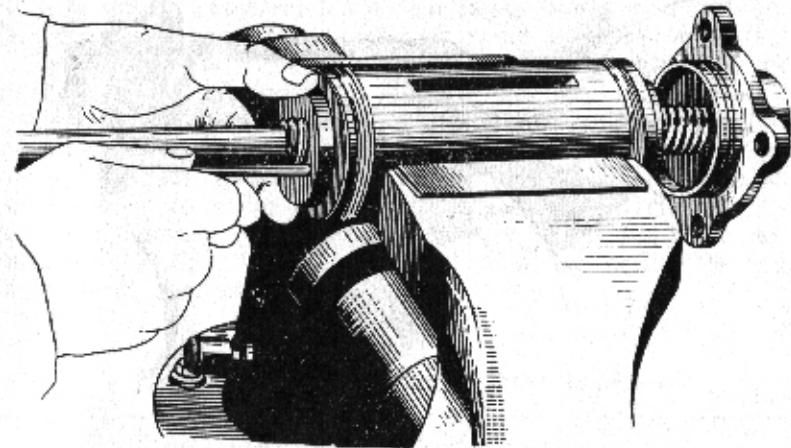
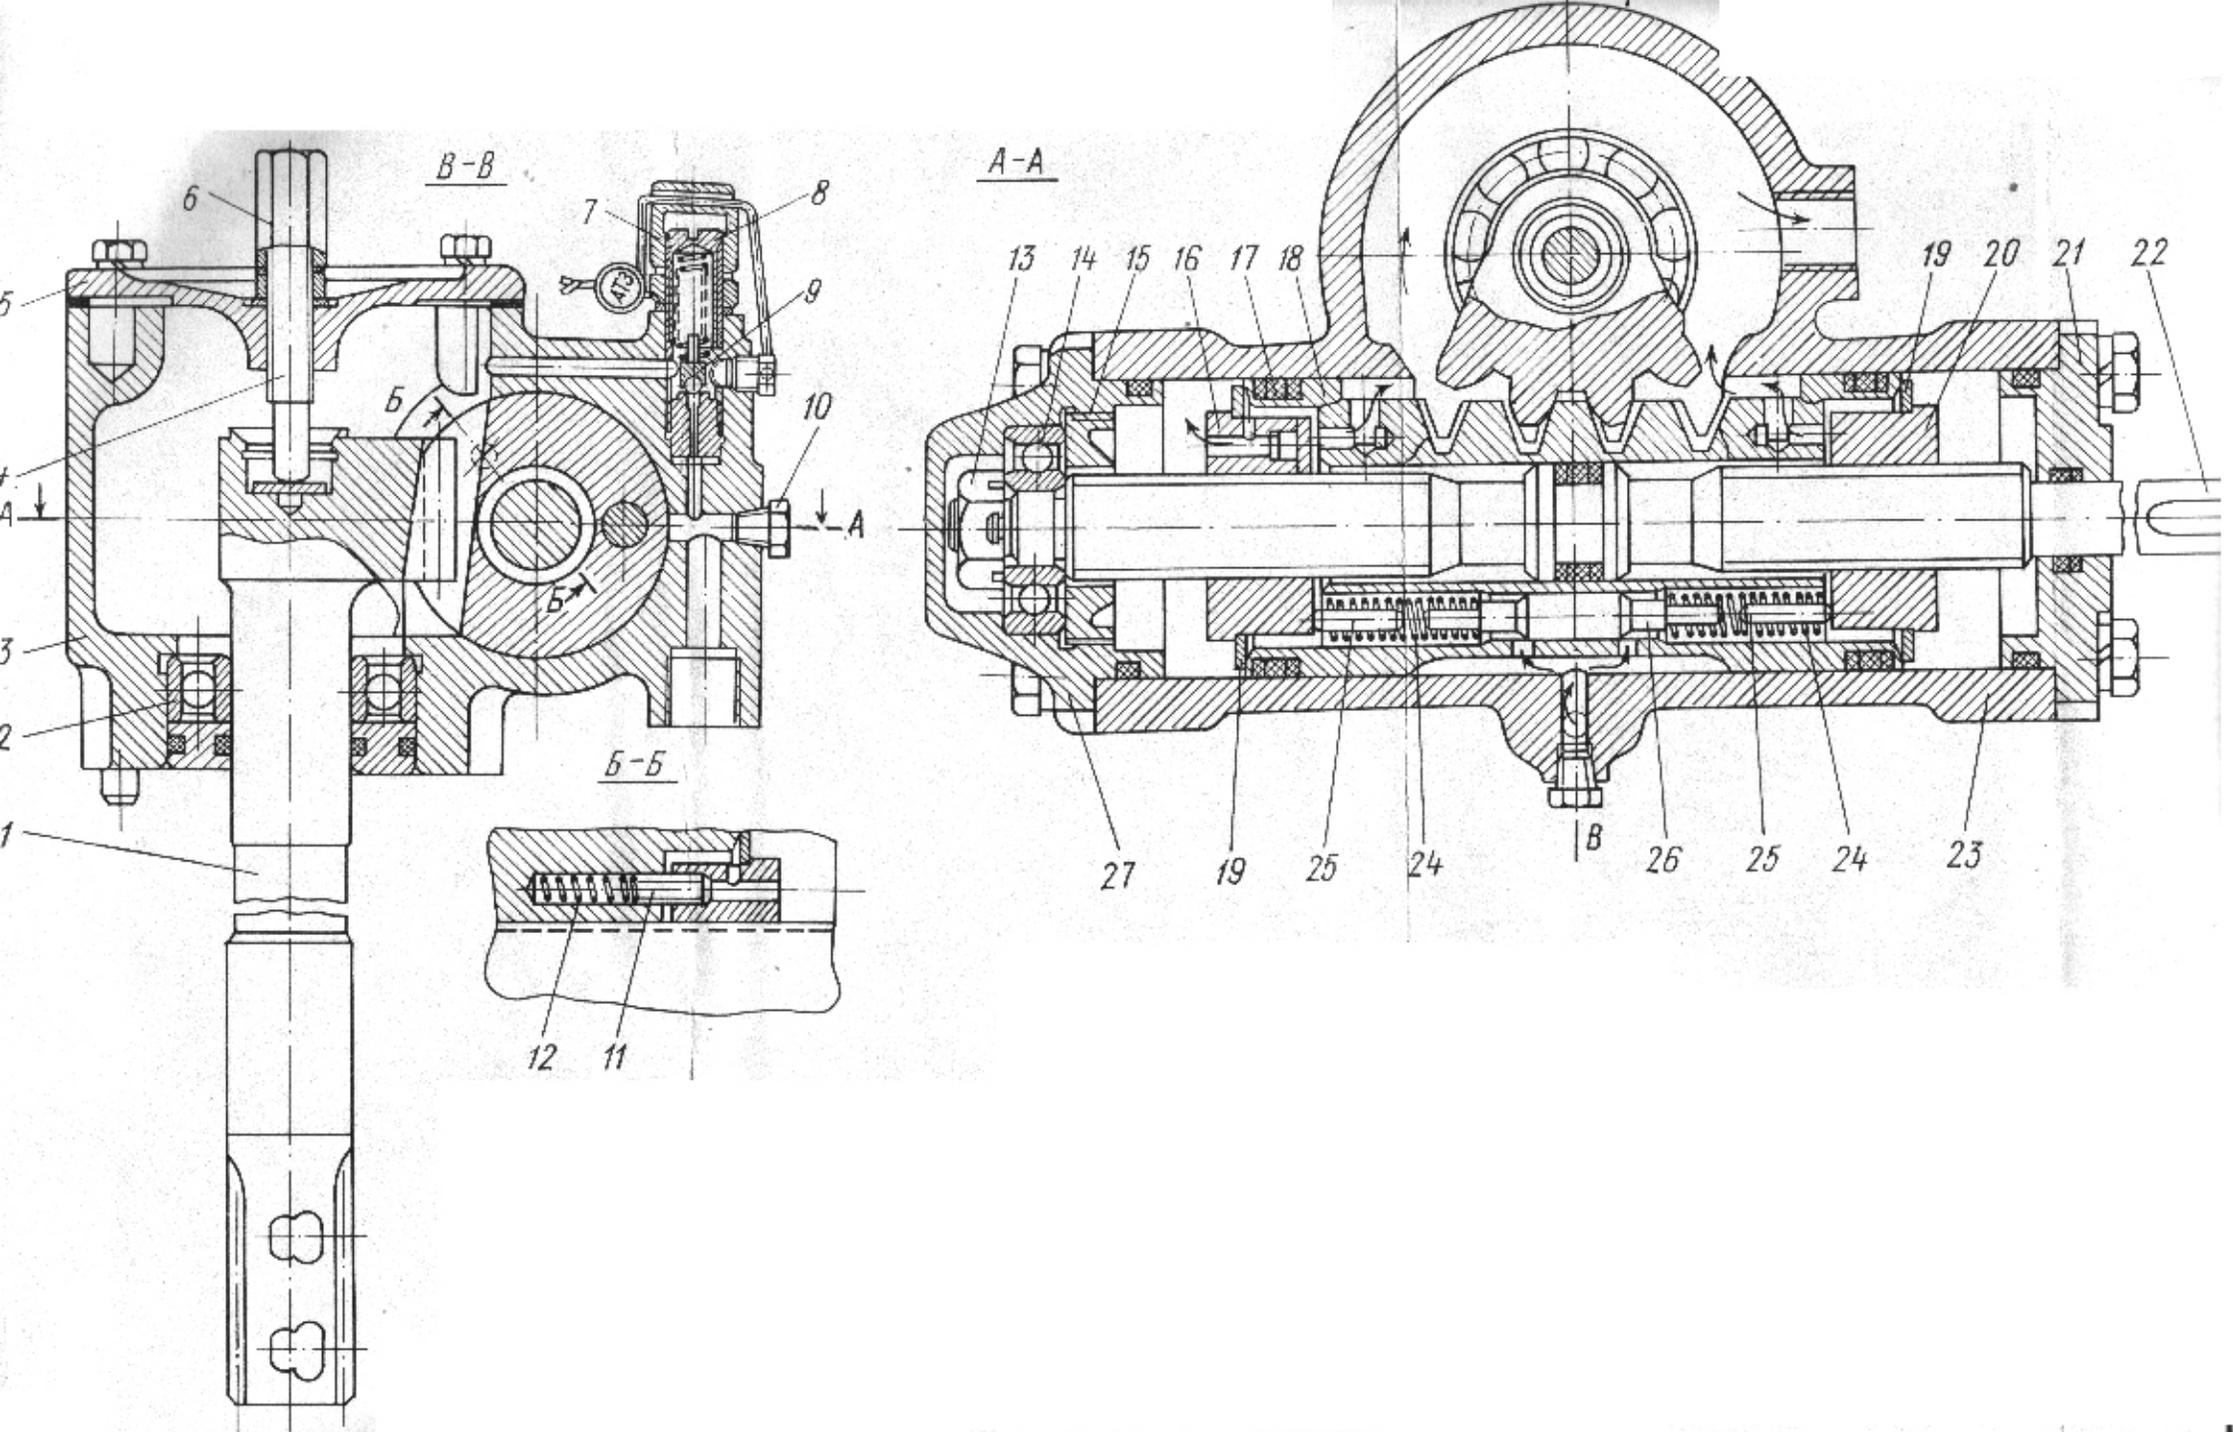

Fig. 65. Dévissage de l'écrou arrière
Fig. 64. Servo-direction hydraulique
1. Dévisser l'écrou à chapeau 6 (fig. 64), puis, en empêchant la rotation de la vis de réglage 4, dévisser le contre-écrou.
Pour démonter le piston de servo-direction, il faut encastrer la goupille 11 dans l'écrou arrière 20 (fig. 65), dévisser ce dernier et l'enlever avec la rondelle fendue 19 (cf. fig. 64), chasser la vis 22 en sens du couvercle avant 27 et sortir le tiroir 26 avec ressorts 24 et butées 25.
Le palier n'est pas serré dans le couvercle avant. Pour déceler le défaut, stopper le tracteur et, sans arrêter le moteur, tourner le volant de direction. Si la vis 22 (fig. 64) se déplace visiblement en avant et en arrière, le palier n'est pas serré
Démonter la servo-direction, resserrer l'écrou 15 (fig. 64) et le freiner